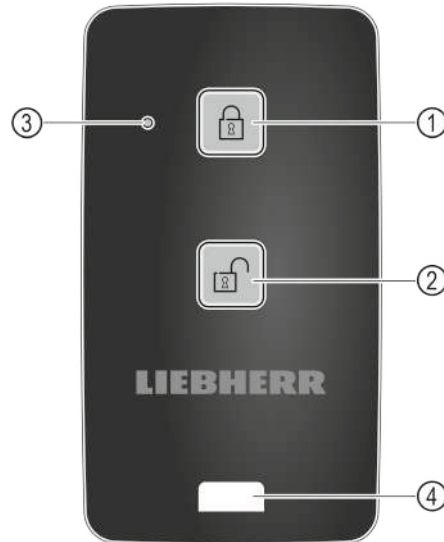

Fig. 165
- ▶ Pulsar el botón Fig. 165 (1) del mando a distancia.
- ▶ Pulsar el botón Fig. 165 (2) del mando a distancia.
- ▶ El led de estado Fig. 165 (3) proporciona información visual cuando se pulsa el botón.
- ▶ Orejeta Fig. 165 (4) para colgar el mando a distancia, como un llavero.